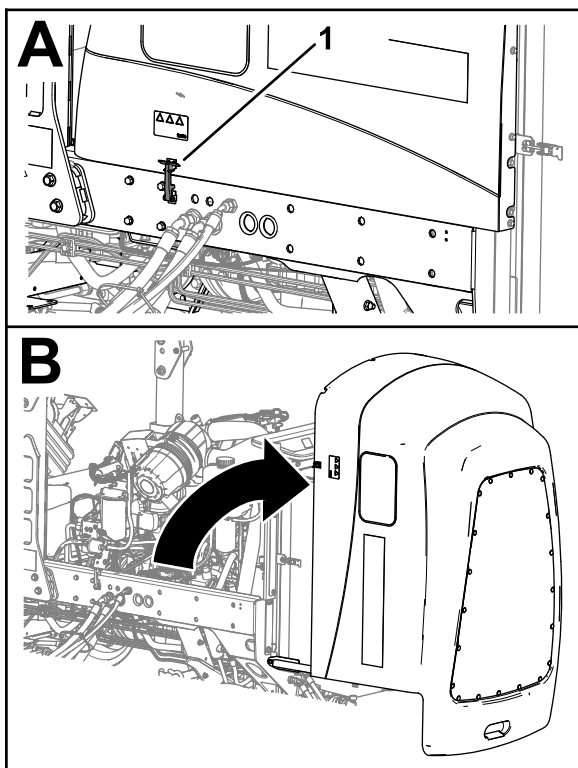

Figura 104
1. Desenganche los 2 cierres del capó (Figura 104).
1. Libere el cierre de goma de la cubierta del compartimiento de la batería (Figura 104).